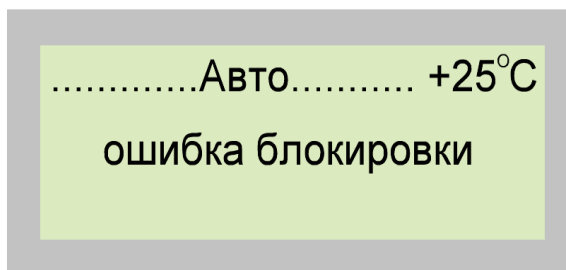

Рисунок 11. Вид экрана при открытой крышке термостата.
2.4.13 В приборе, перед началом или при выполнении измерений, проводится контроль положения крышки термостата (1) рис. 2. Не закрытая крышка или ее открытие блокирует подачу высокого напряжения и приводит к прерыванию процесса измерения, рисунок 11. Для продолжения работы необходимо закрыть термостат и нажать «ПРИНЯТЬ (ОК)».